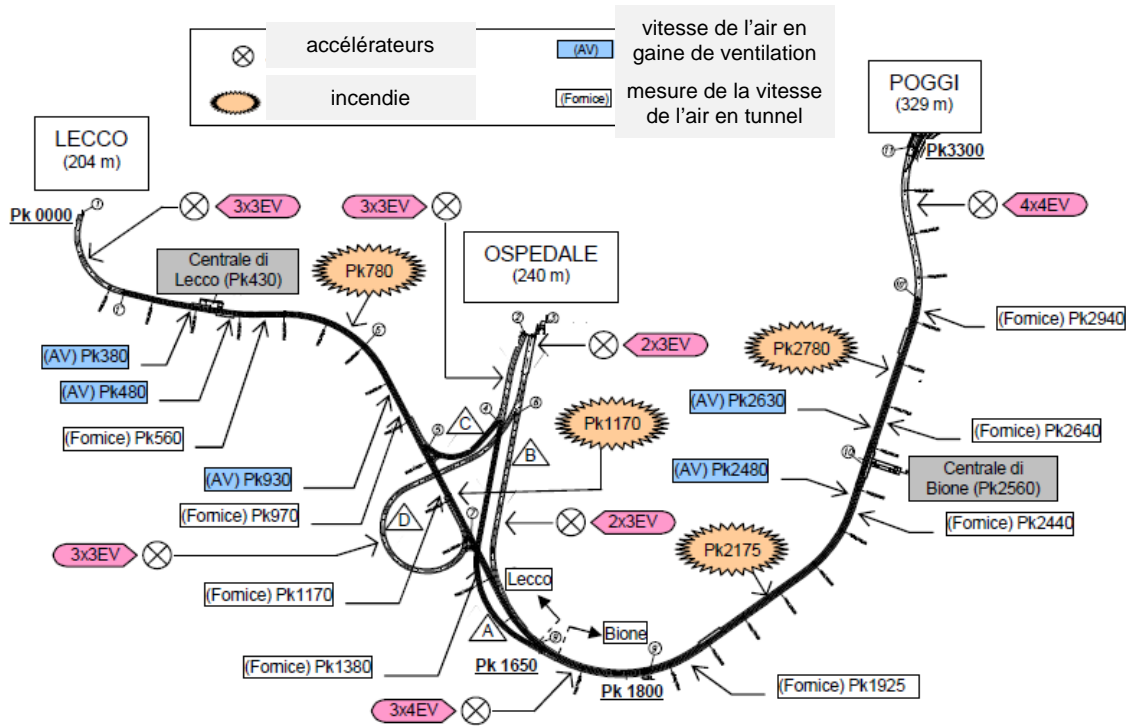

Figure 6: Schéma de l'installation de ventilation du tunnel de Valsassina
- Section transversale: 44 m2 entre la tête de Lecco et le pk. 1.650 m, (voir **Figure 6**), puis 67 m2 entre le pk. 1.650 m et la tête de Poggi,
L'installation de ventilation comporte 20 sections avec 3 ou 4 accélérateurs chacune (dénomination EV sur la **figure 6**), installés en voûte du tunnel principal et des tunnels des bretelles. Elle comporte deux usines de ventilation dénommées « Centrale Lecco » et « Centrale Bione ». Ces usines sont équipées de ventilateurs axiaux d'apport d'air frais (FA) et d'extraction de l'air vicié ou des fumées. Les prises ou rejets d'air sont situées en surface. Les 86 registres motorisés d'apport ou d'extraction d'air sont calibrés pour gérer les débits nécessaires pour chaque mode de ventilation.